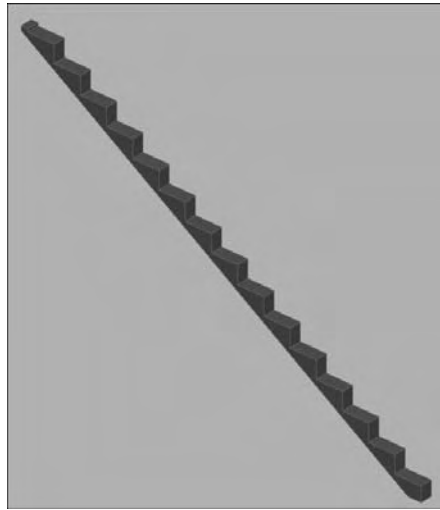

Fig.20.23
- 2 Extrudez le contour en solide d'une épaisseur de 12 cm (fig.20.23).